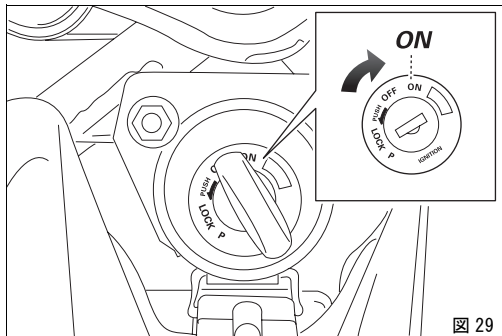

図 29
1) イグニッションキーを **ON** の位置にします (図 29)。メーターパネルのグリーンのパイロットランプ **N** と赤のパイロットランプ  が点灯していることを確認します。